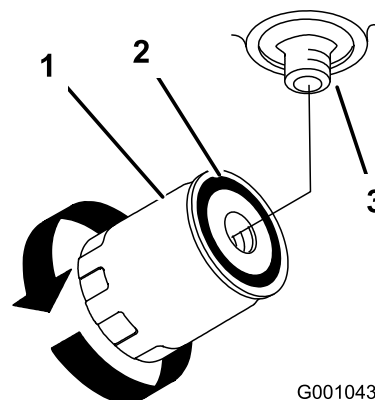

Figure 50
4. Localisez le filtre sous la base du moteur et placez un bac de vidange dessous (Figure 50).
5. Déposez le filtre usagé et essuyez la surface du joint de l'adaptateur (Figure 50).
9. Quand le filtre hydraulique est plein, tournez le filtre à huile dans le sens horaire jusqu'à ce que le joint touche l'adaptateur, puis donnez un 1/2 tour supplémentaire (Figure 50).